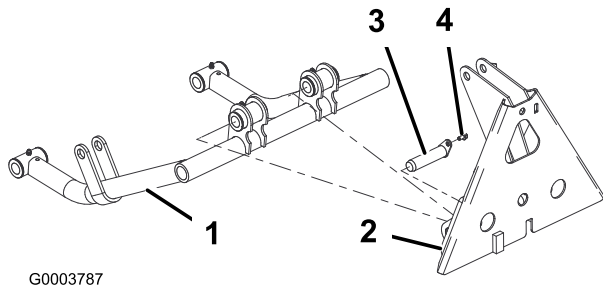

Figura 7
- Fije el tubo del brazo de empuje a la placa adaptadora con 2 conjuntos de pasador. Fije los conjuntos de pasador a las placas adaptadoras con 2 tornillos autorroscantes. Coloque los componentes según se muestra en Figura 7.